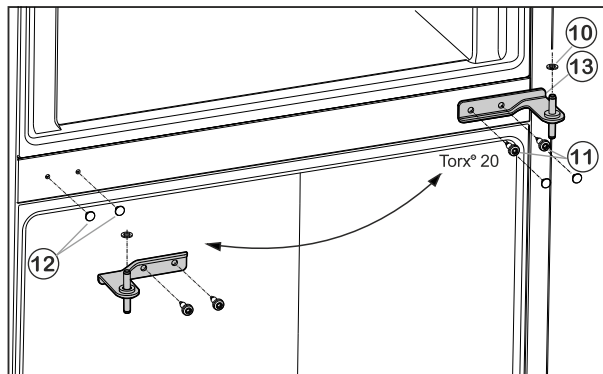

Fig. 6
- ▶ Внимателно издърпайте капачице Fig. 6 (12) и отново ги поставете на срещуположната страна.